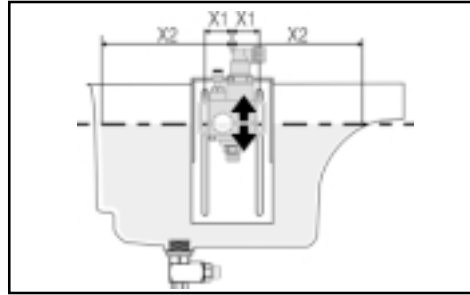

fig. 12 Posición del sensor de nivel de aceite
- Determinar la posición de montaje para el sensor de nivel de aceite (fig. 12).